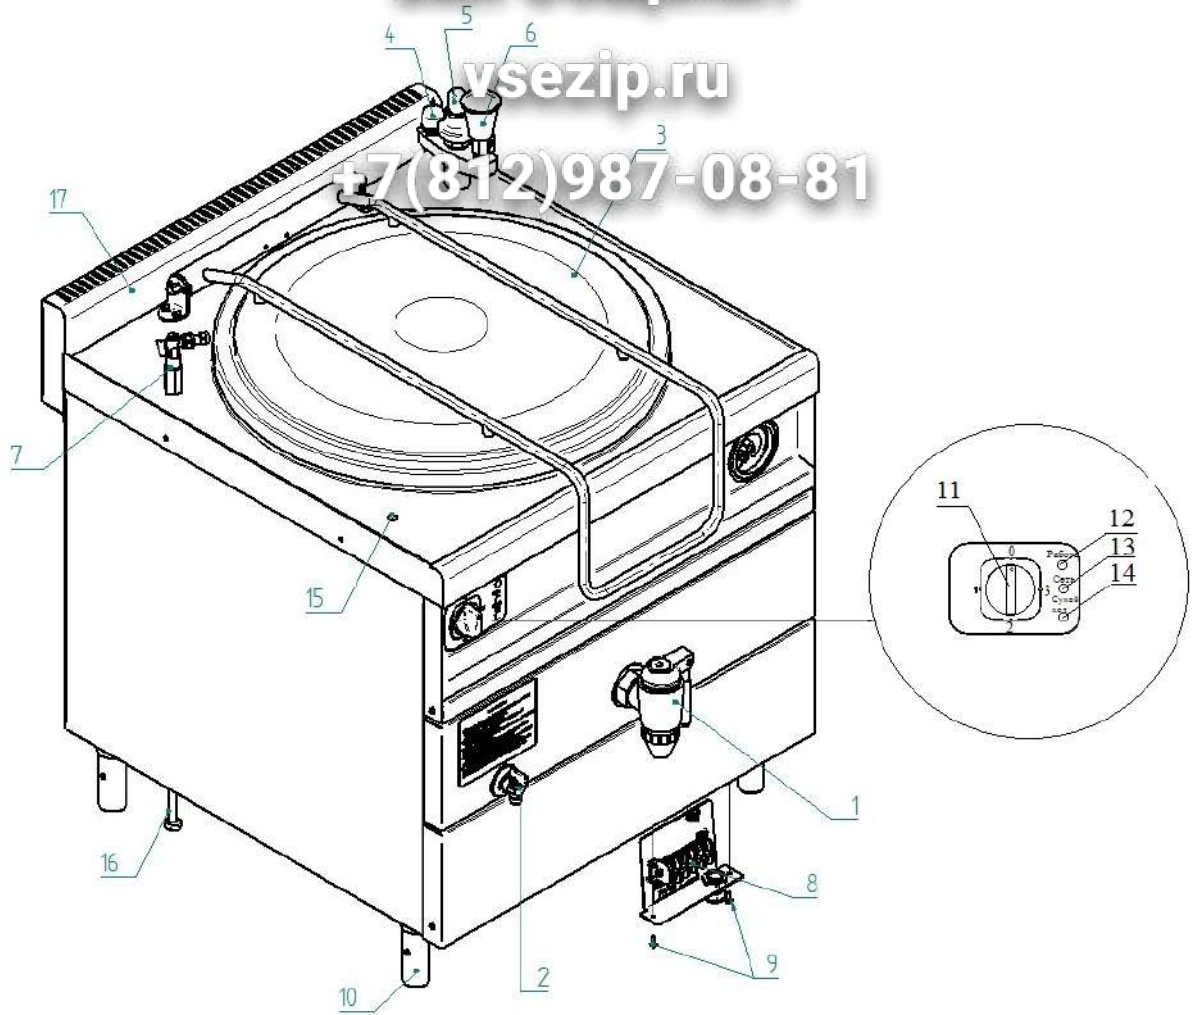

Рис.2
- открыть кран заливной воронки (рис. 2 поз. 6)
- открыть кран уровня (рис. 2 поз. 2).;
- установить переключатель включения котла в положение «1» (рис. 2 поз. 11).
Визуально проконтролировать загорание светосигнальной арматуры «Сухой ход» (рис. 2 поз. 13.);
- установить переключатель в положение «0» (рис. 2 поз. 11);
- установить переключатель включения котла в положение «1» (рис. 2 поз. 11);
Остальное см. Рис.2